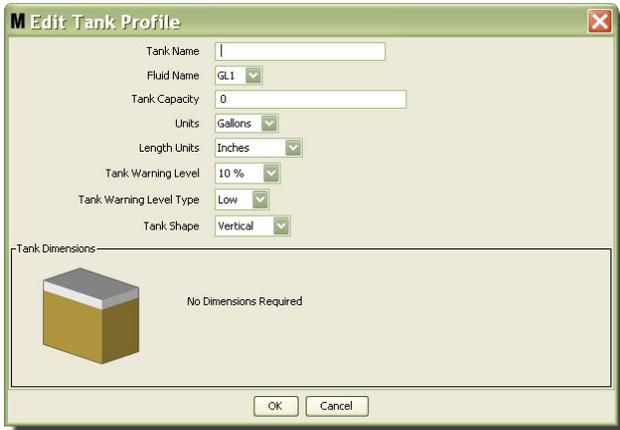

ABB. 73
3. Das in ABB. 73 gezeigte Fenster „Tankprofil bearbeiten“ erscheint.